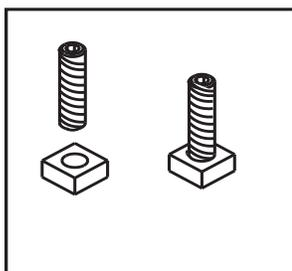

Figure 19.1
1. Vissez les boulons Allen dans les écrous jusqu'à ce qu'ils soient à ras. **Figure 19.1.** Les boulons Allen et les écrous sont inclus dans l'ensemble de composants placé à l'intérieur de la boîte à feu de l'appareil.